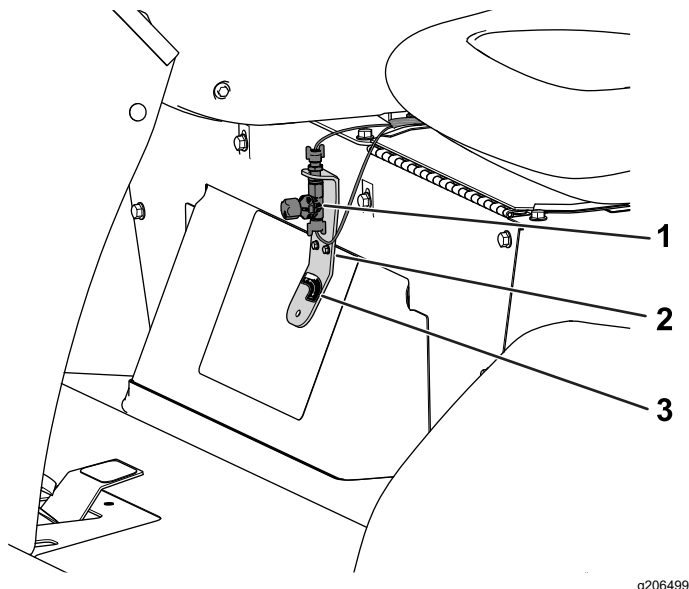
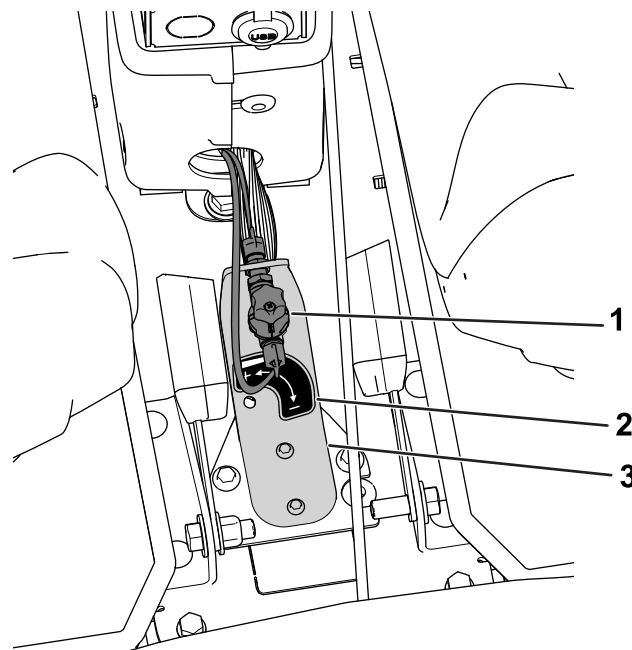

Figura 11
Figura 12
6. Instale la pegatina según se muestra en **Figura 11** o **Figura 12**.